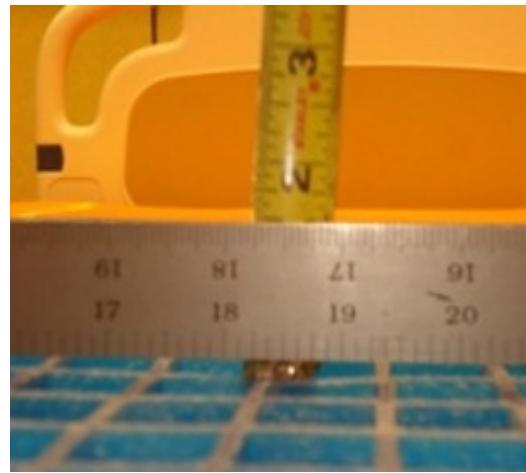

Figure 2-4 : Mesurer la profondeur maximale
6. En utilisant un mètre à ruban, mesurer la profondeur maximale (point le plus bas) entre la partie inférieure de la règle droite et la partie supérieure de la mousse (Figure 2-4 à la page 2-17).